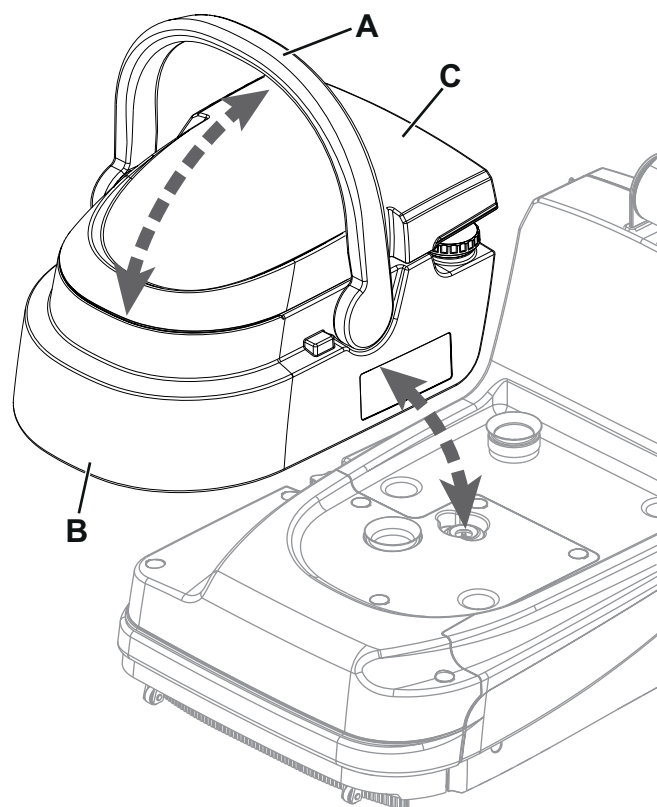

Рис. 6
3. Поверните ручку (А, Рис. 6) и с ее помощью поднимите контейнер с бачками (В) из машины.